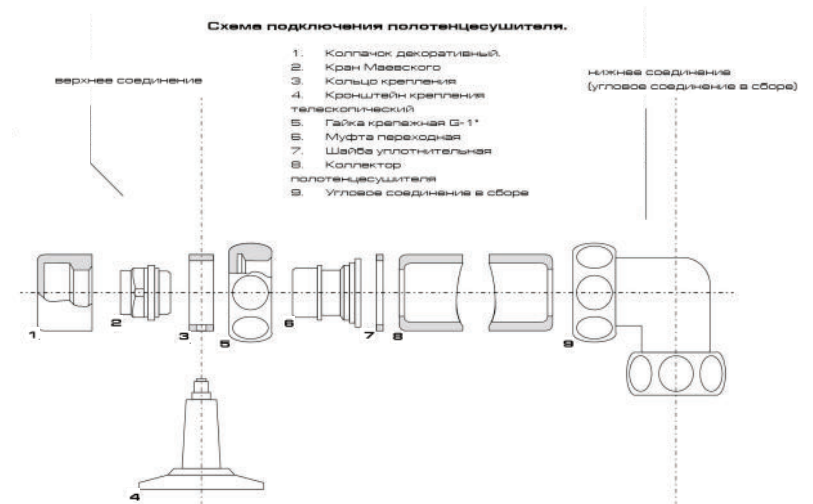

Рис. 7. Схема подключения полотенцесушителя к системе ГВС или отопления
- 3.1. Схема монтажа и подключения полотенцесушителя к системе ГВС или отопления (рис. 7):
- 3.3. Комплектация Полотенцесушитель комплектуется согласно схеме монтажа (см. рис. 7):
- 3.4. Полотенцесушитель (дизайн-радиатор) крепится к стене телескопическими кронштейнами, что позволяет регулировать расстояние до стены (рис. 7).
- 4.5. Монтаж полотенцесушителя производить согласно схеме (см. рис. 7).